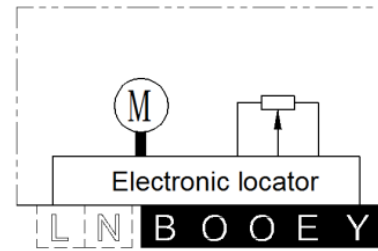

Рисунок 3 - Схема подключения электропривода
- далее необходимо провести настройку работы привода: открыть крышку, подключить линию питания в соответствии со схемой подключения (рис.3) и включить питание, нажать и удерживать кнопку «SET» на локаторе более трех секунд, чтобы запустить адаптивную программу и полную электрическую отладку, установить DIP-переключатели по таблице 3 и рисунку 2 согласно требуемых параметров работы привода.